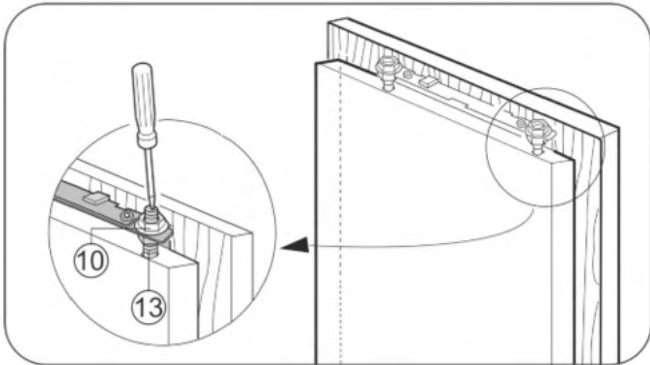

Fig. 22
- ▶ Kontermuttern Fig. 22 (10) mit dem einem Sechskantschlüssel 13 festziehen, dabei Justagebolzen Fig. 22 (13) mit einem Schraubendreher gegenhalten.